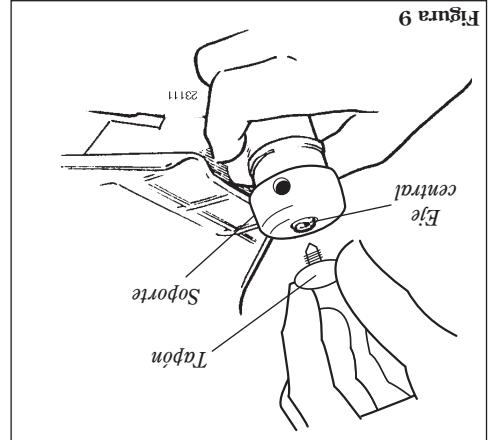

Figura 9
- Retire la llave hexagonal de la caja de engranajes. Consulte la figura 9.